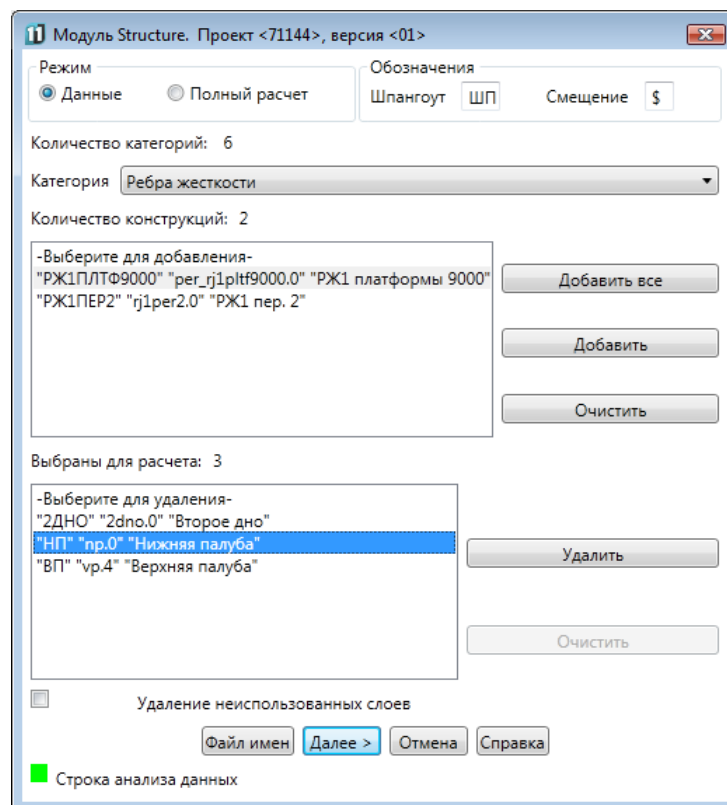
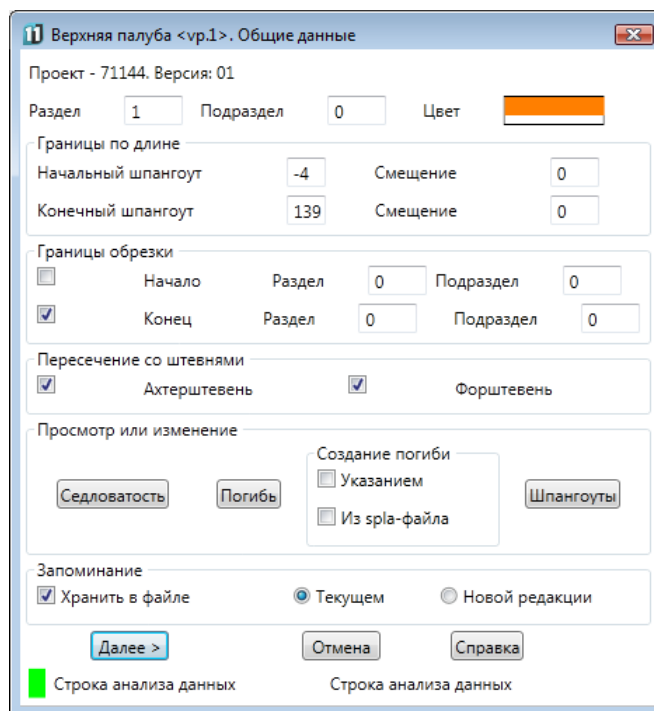

Рисунок 8. Выбор конструкций, участвующих в расчете
Рисунок 12. Окно **Верхняя палуба. Общие данные**
В режиме **Данные** (выборочный расчет конструкций) в диалоговом окне **Модуль STRUCTURE. Проект <71144>, версия <01>** в раскрывающемся списке под названием **Категория** (рисунок 8) выводится название первой категории конструкций (например, *Палубы* или *Переборки*) из числа категорий, заранее занесенных в файл имен *steel_<nn>.dat*. Треугольник в правой части списка может использоваться для прокрутки списка. Над списком расположена текстовая строка с указанием общего количества записей (категорий).
Если щелкнуть по наименованию категории (напр., *Ребра жесткости*), то все названия конструкций этой категории переместятся в список ниже (см. рис. 8). В поле **Количество конструкций** появится их количество (на рисунке 8 — это две конструкции: *Пер1*, *РЖ1ПЛТФ9000* и *РЖ1ПЕР2*). Теперь необходимо из перечня всех конструкций данной категории указать те, которые будут строиться в данном расчете.
Справа от нижнего списка (см. рис. 8) имеются кнопки:
При выборе порядка следования конструкций в расчете необходимо обращать внимание на то, чтобы вначале строились необходимые горизонтальные перекрытия (палубы), а затем — продольные переборки, которые располагаются между ними. Расчет конструкций ведется в том же порядке, в котором мы их выбираем в диалоговом окне на рис. 8. Если правильная последовательность будет нарушена, то пересечений с палубами не будет и в файле протокола будет сделана соответствующая запись. Количество категорий и названий конструкций не ограничено. В режиме полного расчета все, что было занесено в файл данных после строки с символом * (звездочка) в первой позиции, не строится.
Кнопка **Удаление неиспользованных слоев** (см. рис. 8) дает возможность очистить модель от лишних слоев.
В нижней части основного окна (см. рис. 8) размещаются еще три кнопки, две из которых закрывают окно, а одна (**Справка**) — вызывает соответствующий раздел справочной системы.
7.4. Окно **Верхняя палуба <vr.1>. Общие данные** (рисунок 12) откроется, если в списке выбранных для расчета конструкций первой выбрать верхнюю палубу (ВП и данные в vr.1) и затем по окончании выбора щелкнуть по кнопке **Далее** в диалоговом окне **Модуль STRUCTURE. Проект <71144>, версия <01>** (см. рисунок 8).
В верхней части окна (см. рис. 12) имеются три поля:
В области **Границы по длине** (см. рис. 12) расположены следующие поля, определяющие диапазон судна по длине, в котором будет выполняться построение рассматриваемой конструкции:
В области с названием **Границы обрезки** (см. рис. 12) задаются характеристики тех линий модели, которыми будут обрезаться поперечные сечения конструкции (бимсы палубы или кромки переборки).
7.5. Кнопка **Седловатость** окна общих данных (см. рис. 12) позволяет вызвать окно редактирования данных седловатости обрабатываемой палубы. Рассмотрим его структуру на примере окна для верхней палубы (рисунок 14).
Если щелкнуть по кнопкам **Сохранить** или **Отмена**, то происходит возврат в предыдущее окно с общими данными (см. рис. 12).
7.6. Если в окне **Верхняя палуба <вр.1>..Общие данные** (см. рис. 12) пользователь щелкнет по кнопке **Погибь**, то откроется диалоговое окно **Верхняя палуба <вр.1>. Погибь** (рисунок 15).